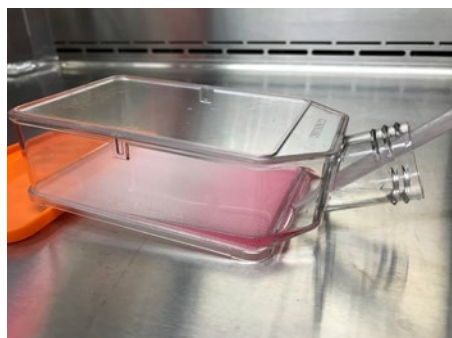

図 6. 培地交換時のピペット先端の推奨位置。
3. 使用済みの培地を除去するには、ピペット先端を（図 6 のように）ダイバーターに突き当てて、培地の吸引を開始します。
4. 培地を注入するには、ピペット先端をダイバーターに突き当てて（図 6）、新鮮な培地をフラスコにゆっくりと添加します。